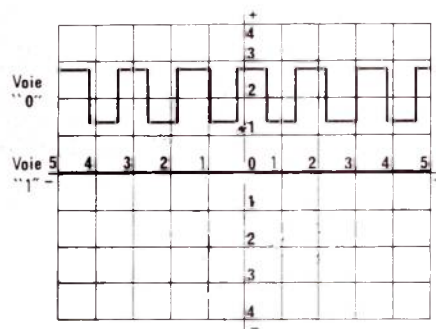

Figure 12
7) Mettre le sélecteur de voie à « 1 » une nouvelle trace apparaît sur l'écran, celle-ci représente la voie « 1 ». Agir sur le potentiomètre de position de la voie « 1 » afin de placer la trace au centre de l'écran (**figure 12**).